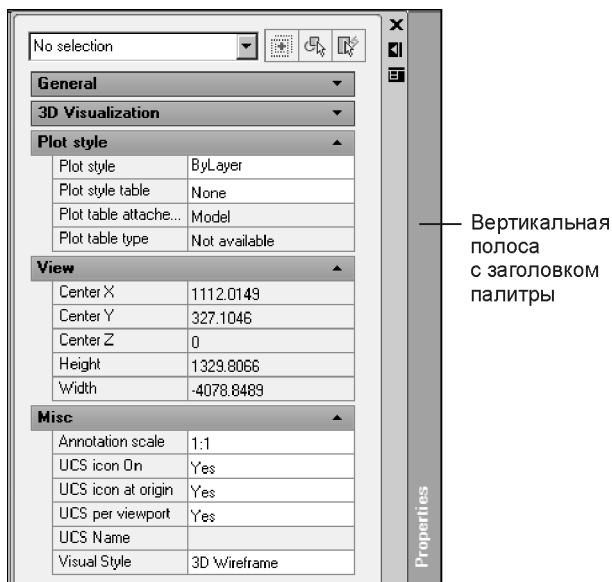

Рис. 2.22. Закрепленная на краю экрана палитра с заголовком на вертикальной полосе
2. Еще раз вызовите контекстное меню и выберите из него пункт **Anchor Left** (Закрепить слева) или **Anchor Right** (Закрепить справа). После выполнения предыдущей операции эти строки меню теперь станут активными. Палитра свернется и на экране будет виден только ее вертикальный заголовок (рис. 2.22).